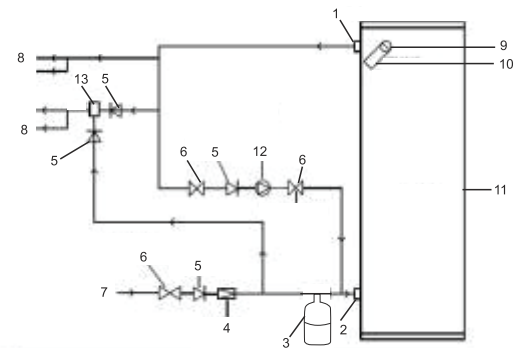

Рис. 5
- При установке водонагревателя, если расстояние между водонагревателем и потребителями является значительным, может быть использована схема подключения к водопроводной магистрали с рециркуляцией воды и контролем температуры, что позволит в минимуме время ожидания для доставки горячей воды (см. рис. 5).